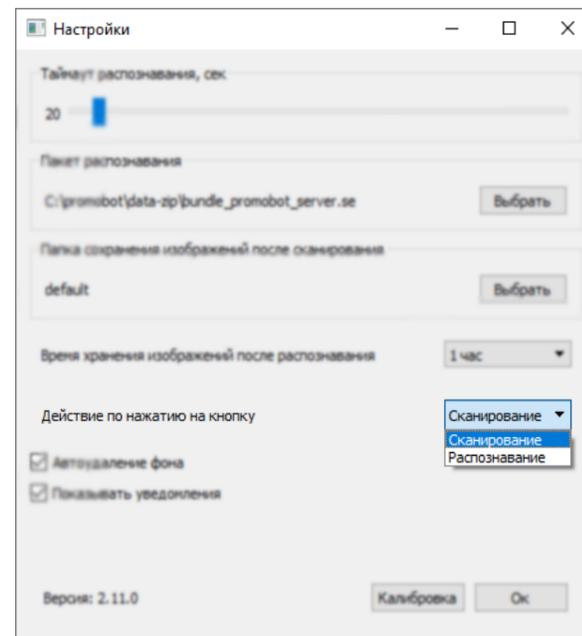

Рисунок 12. Меню настроек Promobot Scanner, список действий по нажатию на кнопку сканера
- **Действие по нажатию на кнопку** — вы можете выбрать (рис. 12) один из вариантов: